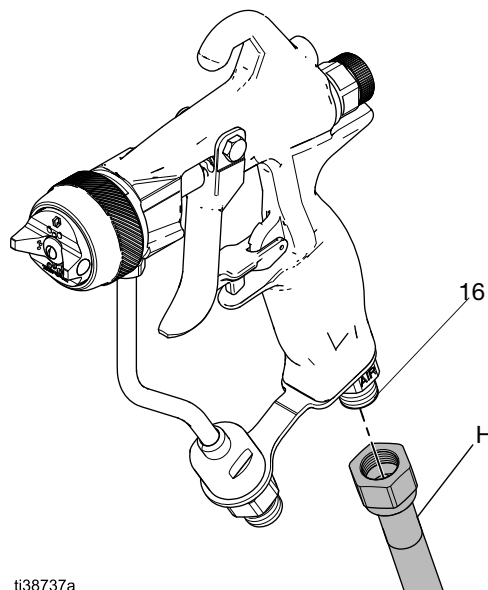

Fig. 4: Anslut luftslangen till pistolen
1. Anslut pistolens lufttillförselslang (H) till pistolens luftinlopp (16). Se Fig. 4.